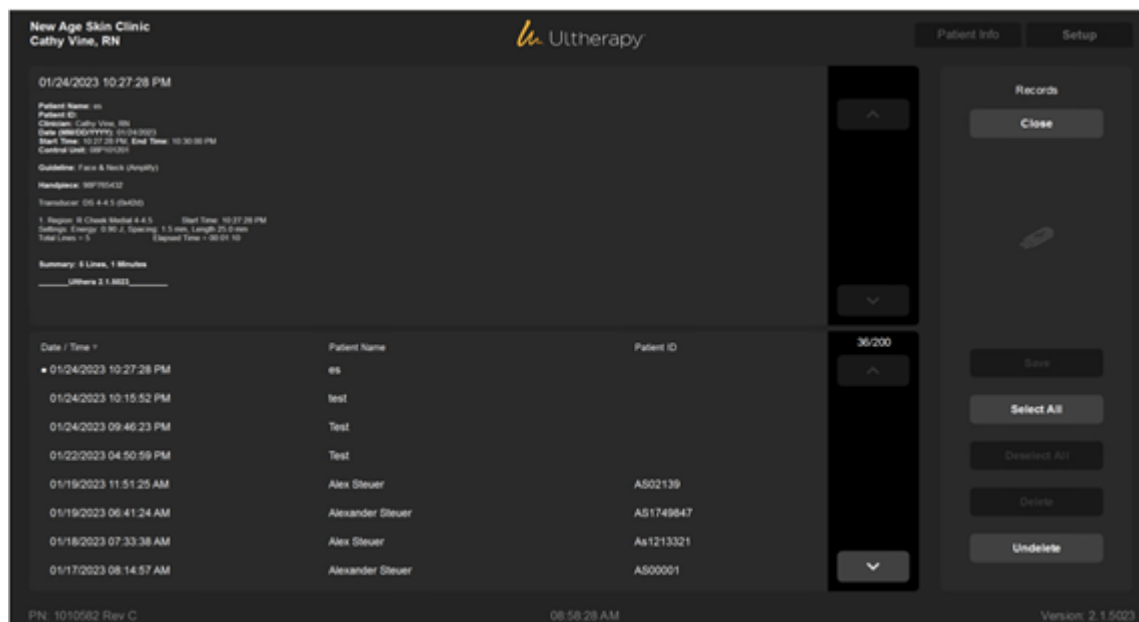

Figura 7.11: Lista de registros das imagens do paciente
1. Na tela de **Configuração**, toque no botão **Imagens** para visualizar uma lista de pacientes tratados como mostrado na Figura 7.11: